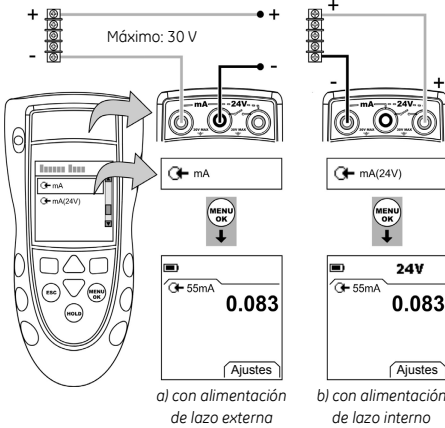

Figura 5: Ejemplo de configuración - Medición de mA
1. Conecte el instrumento (Figura 5) y, si es necesario, ajuste las opciones de *Configurar* (Tabla 1).